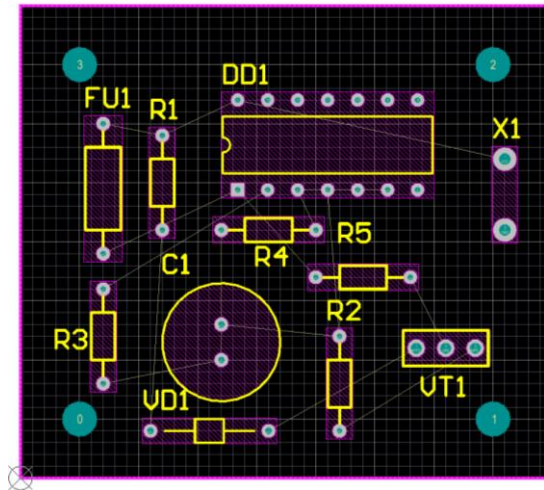

Рис. 5.8
3) Розмістіть елементи на платі натискаючи лівою кнопкою миші і перетягуючи їх на плату. Приклад розміщення елементів на платі зображений на рис. 5.8.